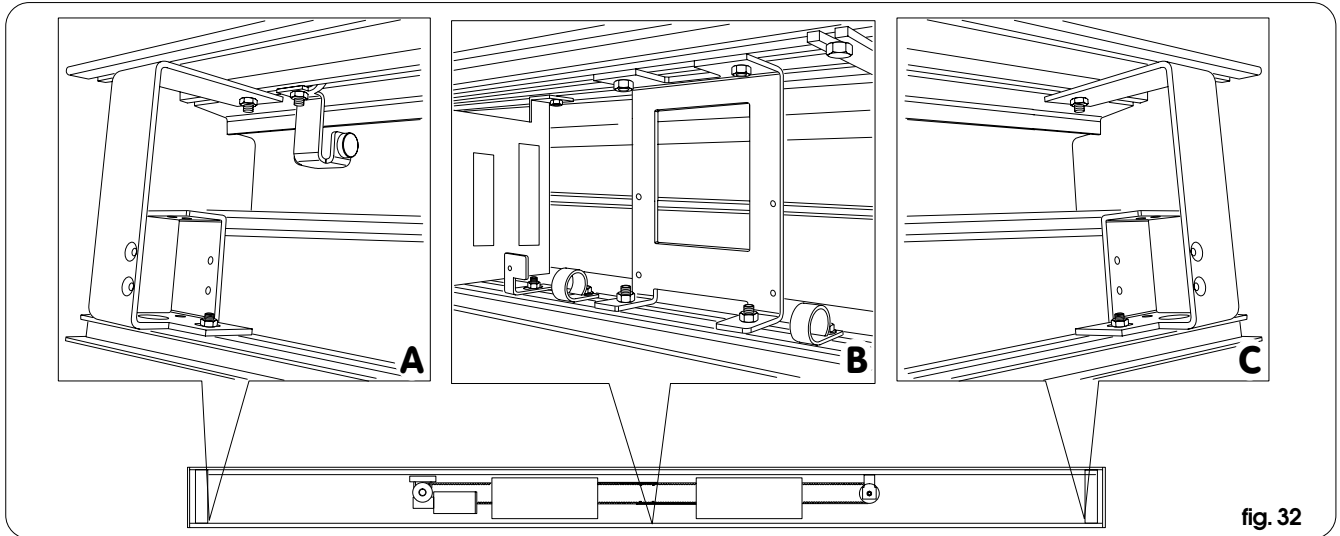

fig. 32
- de twee zijbeugels van fig. 32 ref. A en C (elk 1 schroef M6);
- de twee kabelgeleidende ogen aan de zijkanten van de centrale beugel van fig. 32 ref. B of van de grendel, als die aanwezig is (elk 1 schroef M5).